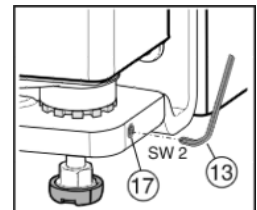

Fig. 17
- ▶ Den Gewindestift Fig. 17 (17) ein Stück herausdrehen (maximal eine Umdrehung!).
- ▶ Gewindestift Fig. 17 (17) wieder festziehen, um den Lagerbolzen zu fixieren.